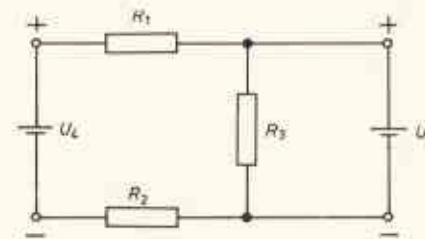

Abb. 2.18 – Schaltbild
4. Von nachstehender Fernmeldeschaltung (Abb. 2.18) betragen: